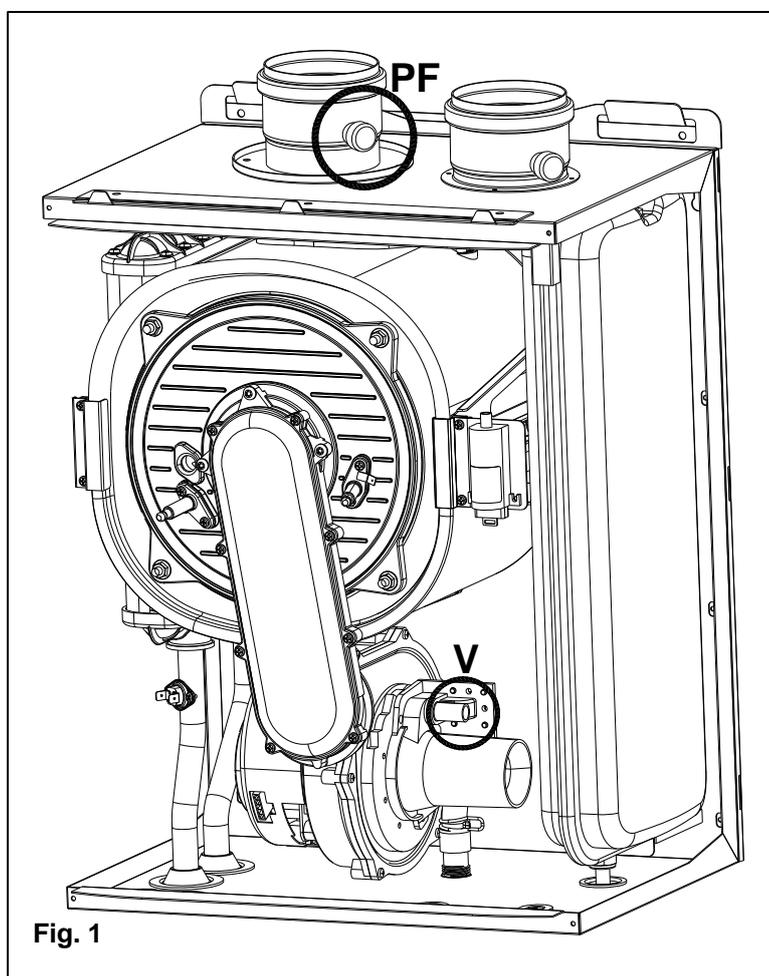

Fig. 1
- si la quantité de CO₂ indiquée ne correspond pas à la valeur indiquée ci-dessus, tourner la vis **V (fig. 1)** du venturi dans le sens des aiguilles d'une montre pour réduire et vice versa pour augmenter la valeur de CO₂ ;